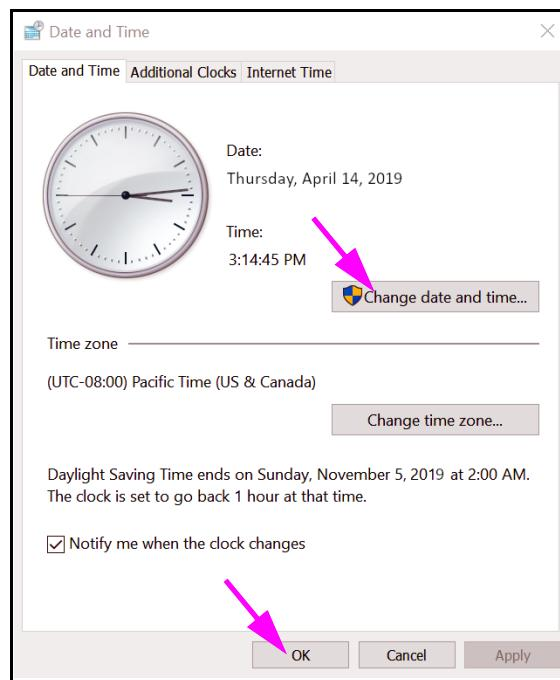

Figura 2-34. Caixa de diálogo de propriedades de Date and Time (Data e hora)
1. Clique em **Control Panel > Date and Time (Painel de controlo > Data e hora)**. É apresentada a caixa de diálogo Date and Time (Data e hora). Consultar a figura 2-34.
4. Clique em **OK** para voltar à caixa de diálogo Date and Time (Data e hora). Consulte a figura 2-34.